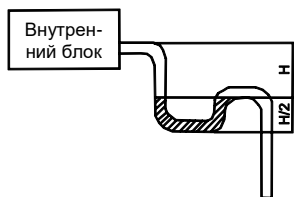

Рис. 21
- (4) Если невозможно обеспечить достаточный уклон сливной трубы, следует использовать трубу для увеличения слива (имеется в продаже).
- (5) Если поток воздуха из внутреннего блока слишком сильный, может создаться вакуум, что приведет к обратному всасыванию окружающего воздуха. Поэтому на дренажных трубах каждого внутреннего блока следует создать U-образный сифон (рис. 21).
- (6) Используйте один сифон для каждого устройства.
(7) Сифоны должны устанавливаться с учетом простоты будущей очистки.